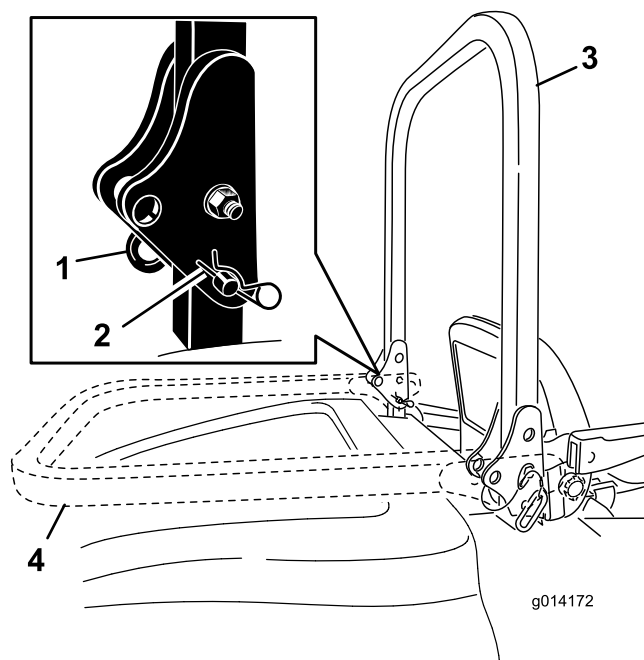

図 22
2. ヘアピン 2 本を外してピン 2 本を抜き取る 図 22。
3. ROPS バーを立てる 図 22。
4. ピン 2 本とヘアピン 2 本でバーを固定する 図 22。
1. ヘアピンを外し、スプリングに逆らって ROPS バーを前に倒してピン 2 本を抜き取る 図 22。
2. バーを降ろす (図 22)。
3. ピン 2 本をピボットプレートに取り付け、ヘアピン 2 本で固定する 図 22。